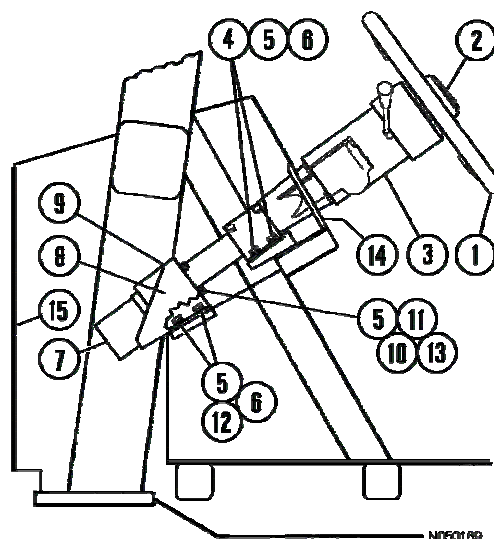

FIGURA 5-2 MONTAJE DE LA COLUMNA DE LA DIRECCION
3. Saque la cubierta de acceso (15, Figura 5-2) desde la parte delantera de la cabina.
1. Inserte el perno (10, Figura 5-2) con las golillas de seguridad (11) y las golillas planas (5) a través de los soportes (8) y (9), luego a través de la pestaña de la columna de la dirección. Agregue una segunda golilla plana (5) y tuerca (13) a cada perno que sostiene juntas las partes. Apriete muy bien las tuercas.
2. Deslice todo el conjunto hacia la parte inferior de los bloques ahusados hasta que los soportes (8) y (9) hagan contacto con la superficie de montaje en la cabina. Instale los pernos (4) y (12) con las golillas planas (5) y las golillas de seguridad (6). Sólo apriete los pernos (4).
3. Inspeccione los soportes (8) y (9) para ver si hacen contacto de manera uniforme con la superficie de montaje y que estén planos y en línea con la superficie. Si es así, apriete los pernos (12). Si los soportes no están en paralelo, instale golillas planas según sea necesario entre los soportes y la superficie de montaje para eliminar cualquier espacio. Apriete los pernos (12) con torque estándar.
4. Después de apretar los pernos (4) y (12) con torque estándar, saque las tuercas (13) y las golillas planas (5) que estaban sosteniendo la columna de la dirección a los dos soportes. No saque los pernos (10) de los soportes.
6. Sin sacar los pernos (10) de los orificios, mueva la unidad de control de la dirección (7) hacia su lugar y parta por cada uno de los pernos.
7. Apriete los cuatro pernos (10) con torque estándar.